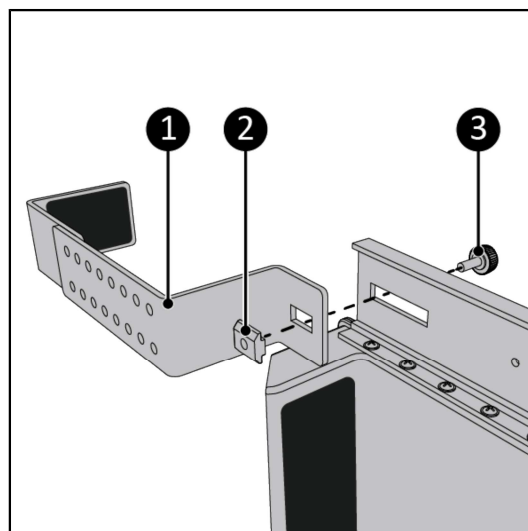

Abbildung 141.
7. Schrauben Sie die Halterung (Abbildung 141, Pos. 3) mit der Knopfschraube (Abbildung 141, Pos. 1) an der Hauptschiene in der vorderen Position fest.. Stellen Sie sicher, dass Sie die Knopfschraube mit der Gleitmutter verbinden (Abbildung 141, Pos. 2).